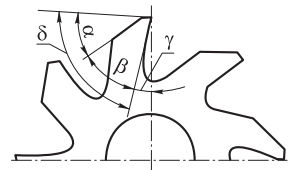

Рис. 1.1. Элементы зуба фрезы и углы заточки
11. Укажите углы заточки зубьев фрезы, изображенной на рис. 1.1.